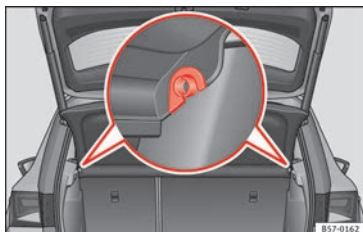

Fig. 155 Nel bagagliaio: smontare e montare il ripiano.
- Togliere il pianale dai supporti laterali » **fig. 155** tirandolo verso l'alto ed estrarlo.
- Inserire la copertura in modo orizzontale facendo coincidere la “mezzaluna” sull'asse dei supporti » **fig. 155** e premendo verso il basso fino a far scattare l'innesto.